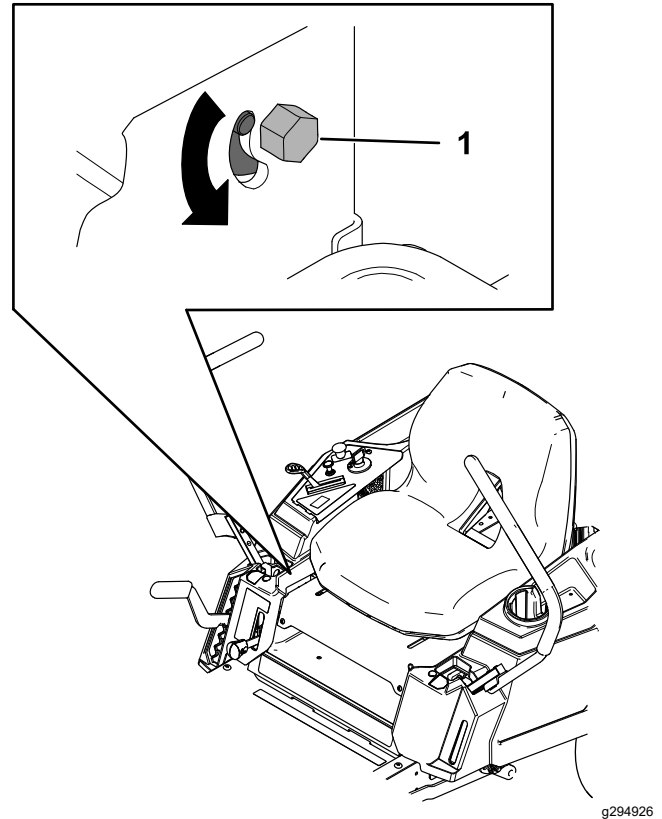

Figura 49
3. Localice el perno de ajuste de la dirección cerca de la palanca de control de movimiento del lado que debe ajustarse (Figura 49).